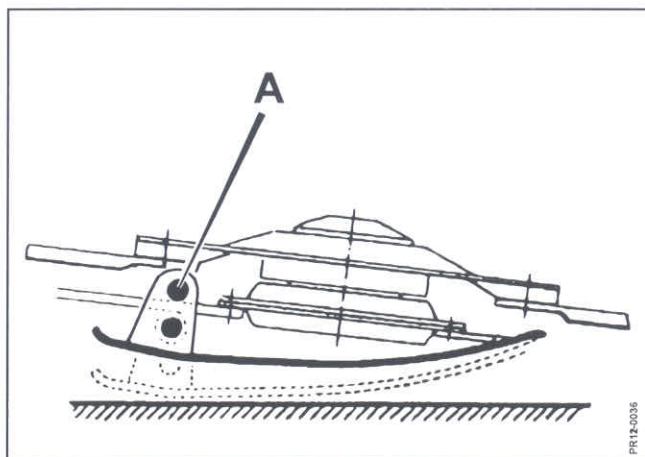

Fig. 4-15
Stublængden kan reguleres trinløst ved indstilling af skivebjælakens hældning samt indstillelige slæbesko. (Fig. 4-15)
- Fig. 4-15** 2) **Stubhøjden** reguleres med slæbesko samt justering af skivebjælkens hældning.